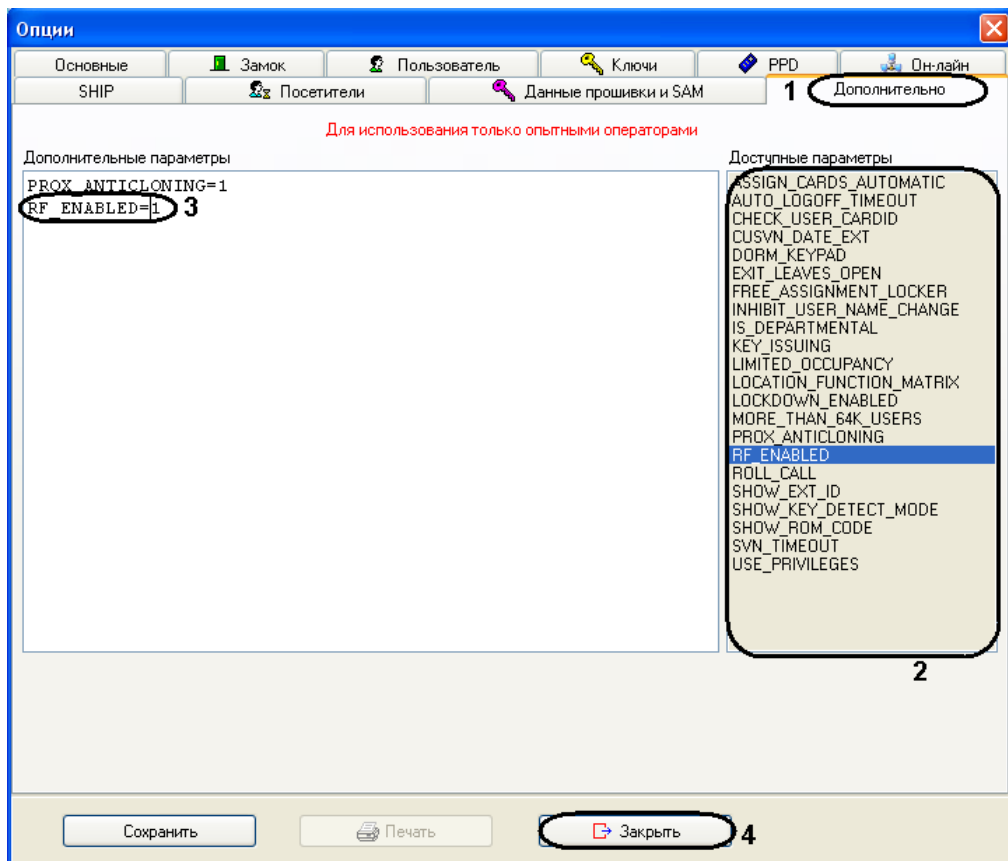

Рис. 3.2—11 Включение в сеть RF-замков
2. Перейти на вкладку **Дополнительно** (Рис. 3.2—11, 1).
3. В списке **Доступные параметры** дважды щелкнуть левой кнопкой мыши по пункту **RF\_ENABLED** (см. Рис. 3.2—11, 2).
4. Параметр будет добавлен в список **Дополнительные параметры** (см. Рис. 3.2—11, 3).